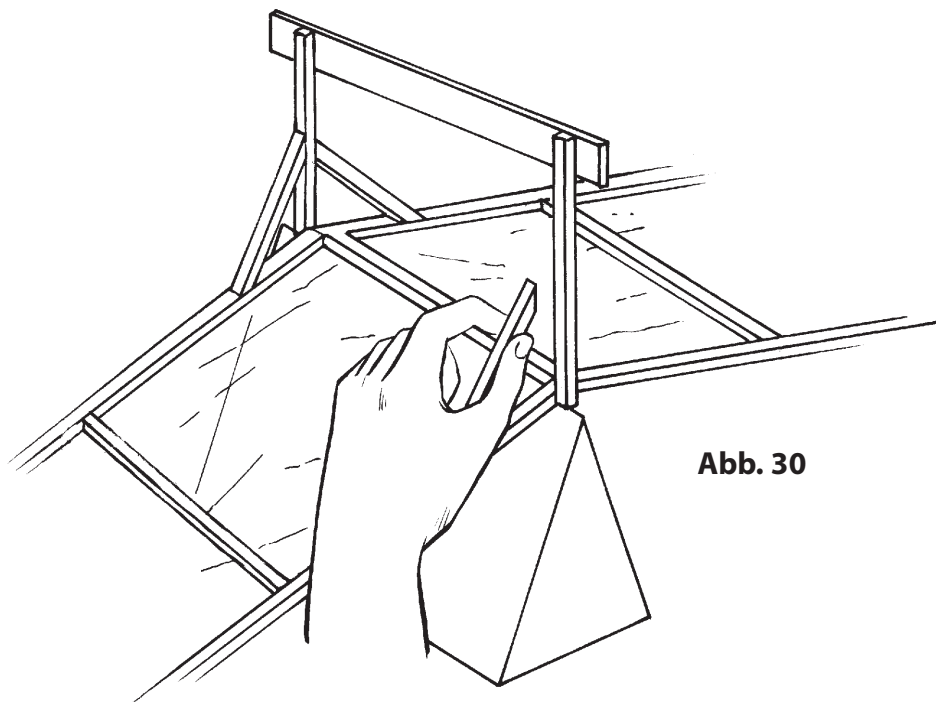

Abb. 30
7.8.3 Wenn der Klebstoff an den Flügelstützen trocken ist, wird der Flügel umgedreht und auf eine Unterlage gelegt. (Abb.30)
7.8.5 Die vier Flügelstreben werden an der Nasen- bzw. Endleiste und der Flügelstütze angeklebt. Sie sollen den Flügel abstützen und so das Modell stabilisieren. (Abb.30)
- 10.1 Wenn eine Leiste bricht, kann sie mit UHU-hart geklebt werden. Ist die Leiste ganz durchgebrochen, sollte die Leiste von einer oder von zwei Seiten mit einer Leiste verstärkt werden. (Abb. 30)
**Auf keinen Fall darf das Bespannpapier mit UHU-hart geflickt werden, weil UHU-hart das Papier zusammenzieht und sich so das Modell verziehen kann.** (Abb. 30)